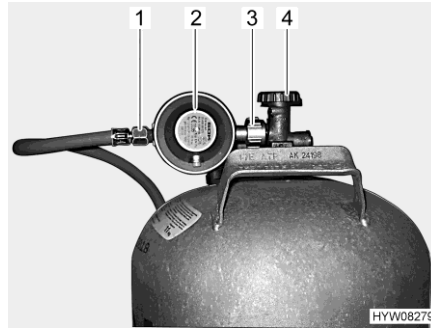

Bild 95 Anschluss Gasflasche
- Haupt-Absperrventil (Bild 95,4) an der Gasflasche schließen. Pfeilrichtung beachten.
- Gasdruckregler (Bild 95,2) festhalten und Rändelmutter (Bild 95,3) öffnen (in der Regel Linksgewinde).
- Gasdruckregler mit Gasschlauch (Bild 95,1) von der Gasflasche abnehmen.
- Gasdruckregler (Bild 95,2) mit Gasschlauch (Bild 95,1) an die Gasflasche ansetzen und Rändelmutter (Bild 95,3) zudrehen (in der Regel Linksgewinde). **Nicht** zu fest anziehen.